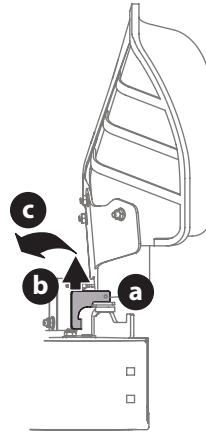

Figure 15
1. La goulotte est livrée attachée et avec un support d'arrêt tenant la goulotte en position verticale. Le support d'arrêt doit être retiré avant d'utiliser le tracteur (Figure 15).
2. En tenant le déflecteur de goulotte complètement vers le haut, retirez le support d'arrêt (Figure 15) :